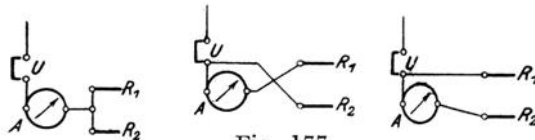

Fig. 177.
p) Miß die Stärke J des Stammstroms. Ersetze nun der Reihe nach in jedem Zweige den Widerstand γ durch den Strommesser und miß die Stärken J1 und J2 der Stromzweige (Fig. 177). Führe die